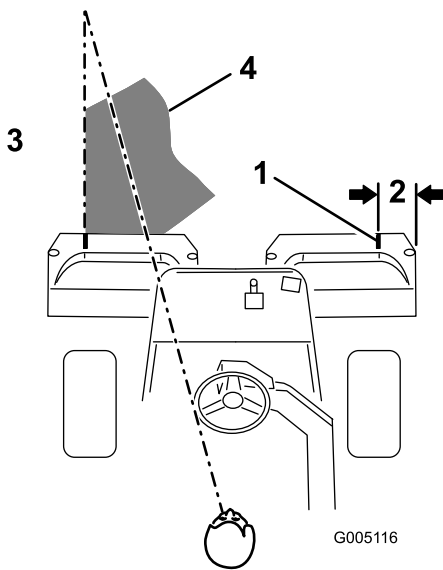

图 24
**注意** 为了保持以直线方式穿过果岭、并使得机器与此前剪草的边缘保持等距请在机器前到果岭未剪部分的边缘想象一条长约1.83m的视线图24。包括将方向盘的外缘看作视线的一部分即让方向盘边缘对准与机器前面始终保持等距的某个点。